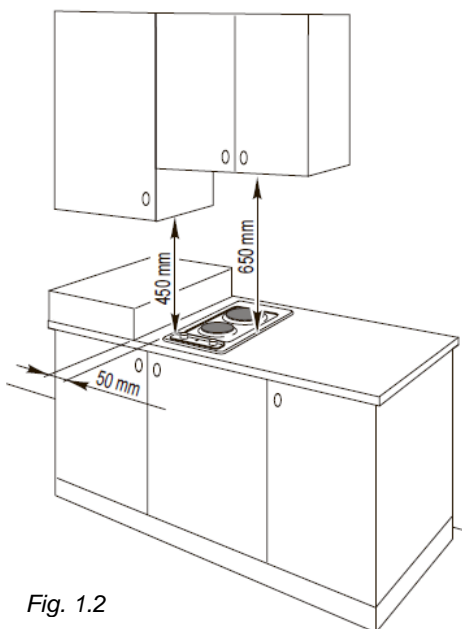

Fig. 1.2
- blatul plitei trebuie ținut la cel puțin 50 mm distanță de orice perete lateral (fig. 1.2);
- trebuie să existe o distanță de cel puțin 650 mm între plită și orice dulap de perete sau hotă poziționată imediat deasupra (consultați fig. 1.2);